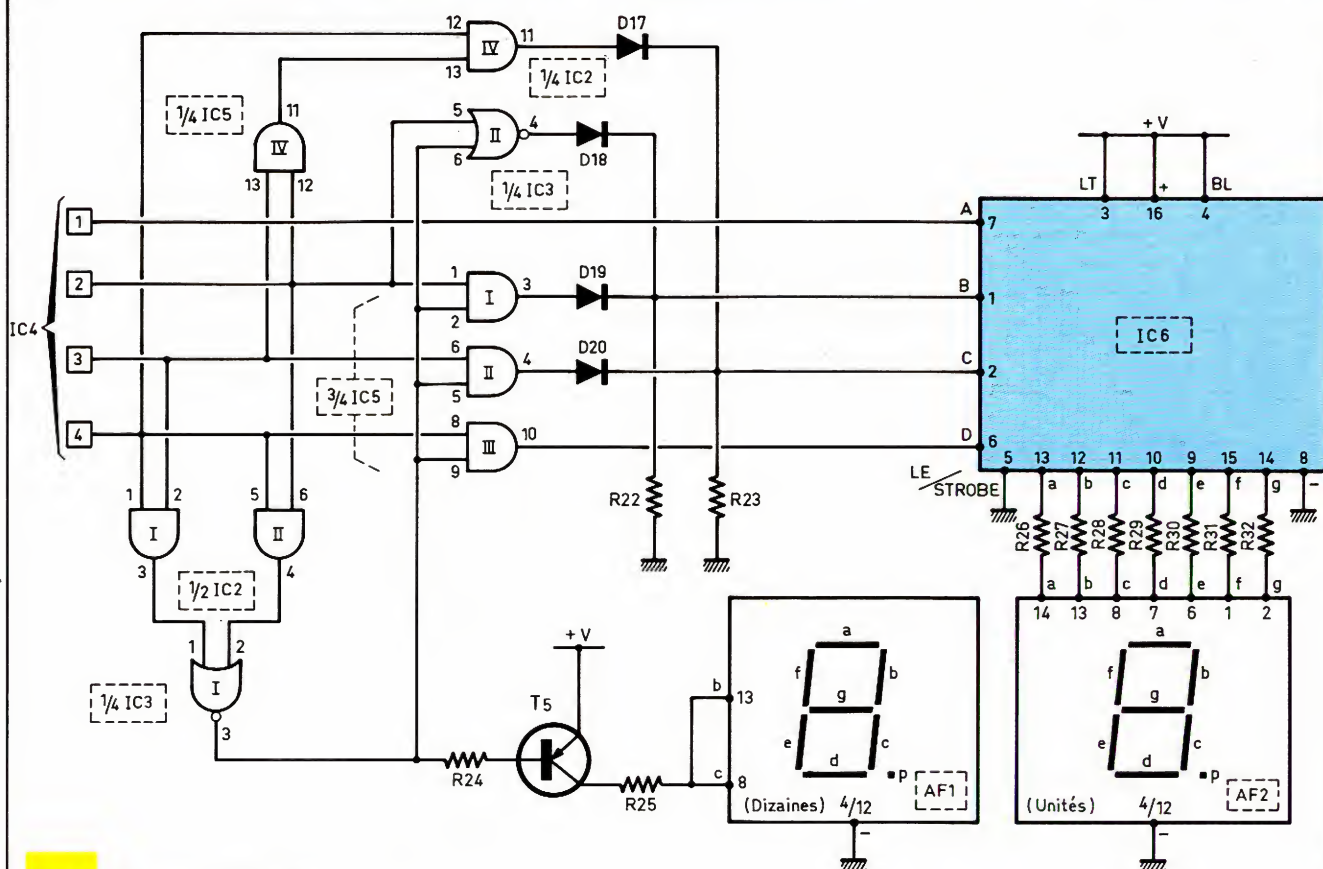

Fig. 4 Décodage et affichage.
**Fig. 4 et 5** Détails de réalisation.
#### f) Décodage et affichage (fig. 4 et 7)